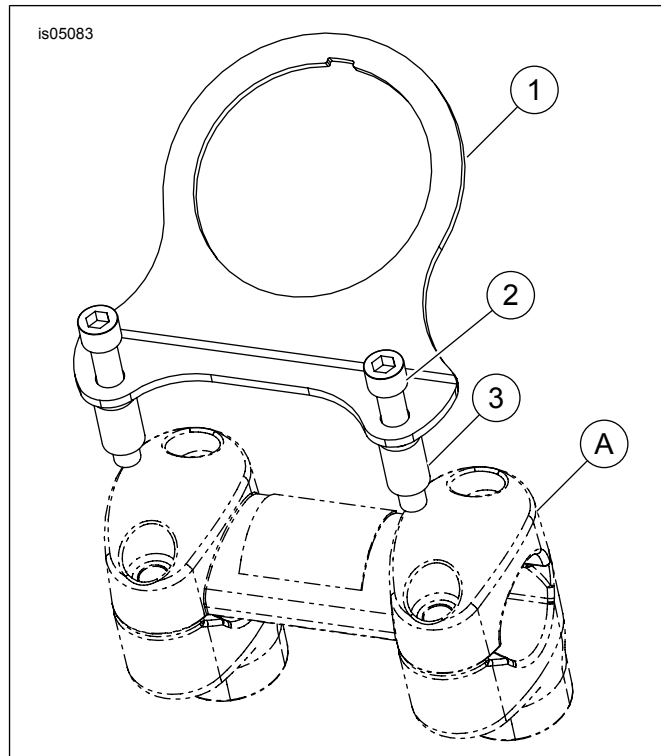

Figura 1. Piezas de servicio: Kit de pieza de soporte para mini tacómetro
Vea Figura 1 y Tabla 2.
1. Vea Figura 1. Extraiga los dos tornillos de la abrazadera del manillar.